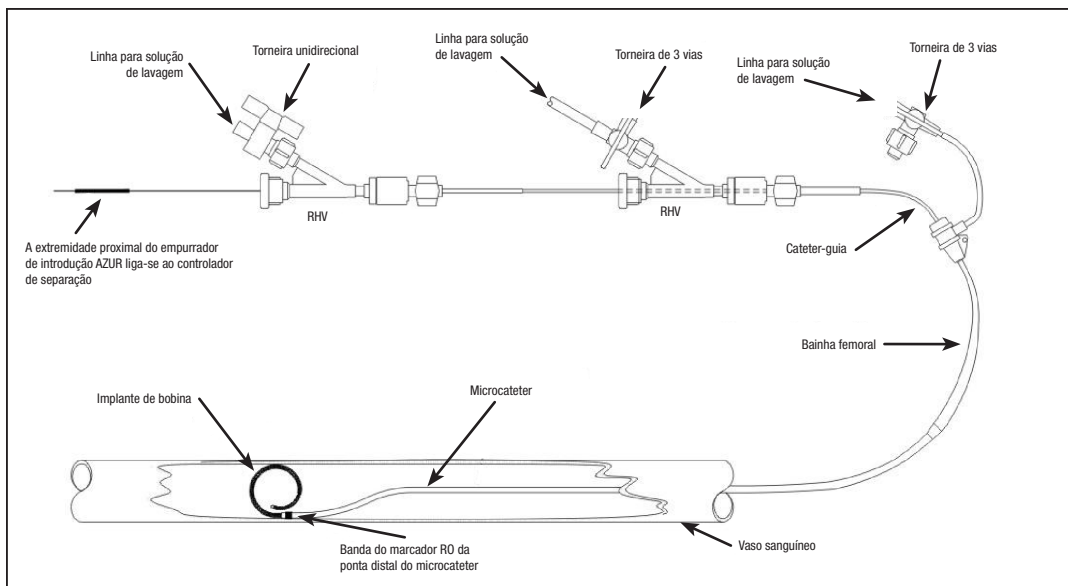

Figura 1 — Diagrama da configuração do sistema AZUR
1. Consulte a Figura 1 para ver o diagrama de configuração.